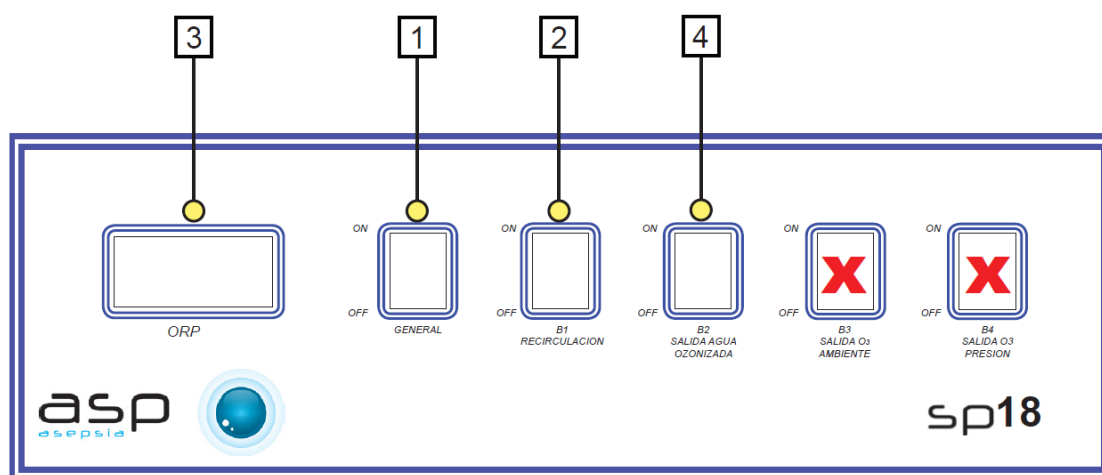

Figura 3
- ATENCIÓN** Antes de continuar debe verificarse que se encuentran apagados los interruptores bomba 3 - Salida O₃ ambiente y bomba 4 - Salida O₃ presión marcados con una "x" en la figura 3.
- 4 - Encender el interruptor general del panel de mandos (Figura 3 posición 1).
- 5 - Accionar el interruptor de la bomba de recirculación de agua (Figura 3 posición 2) para que empiece a funcionar el sistema de mezcla ozono/agua. Una vez accionado el sistema de mezcla, esperar hasta que el agua alcance el
nivel de ozono necesario para poder higienizar. Se recomienda que el potencial redox alcanzado por el equipo sea superior a **750 mV** antes de aplicar el agua ozonizada. El indicador de potencial redox puede leerse en la pantalla del lector ORP (Figura 3 posición 3).
Accionar el interruptor bomba 2 - Salida agua ozonizada del depósito (Figura 3 posición 4).